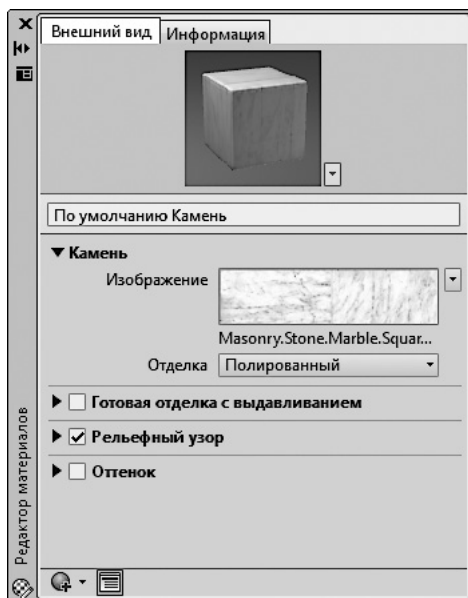

Рис. 12.16. Палитра с настройками для редактирования камня
2. В раскрывшемся меню выберите пункт **Камень**. Автоматически отобразится палитра **Редактор материалов**, на которой наш материал будет выбран для редактирования (рис. 12.16).